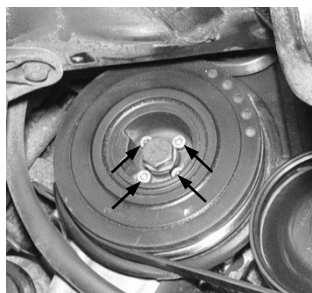

Fig. 2 : Monter l'adaptateur "4.3" sur l'amortisseur de vibrations.
3. Monter l'adaptateur "4.2" tel que montré dans la fig. 2 sur l'amortisseur de vibrations avec les vis à tête à tête cylindrique "4.4" ou "4.5".